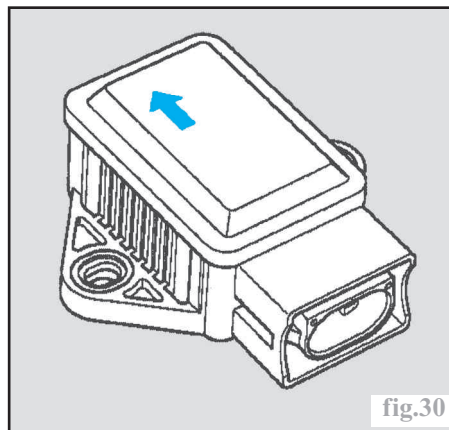

fig.30
- À la repose, orienter la flèche sur le capteur (fig.30) vers l'avant du véhicule (sens d'avancement) et respecter le couple de serrage de ses écrous de fixation.